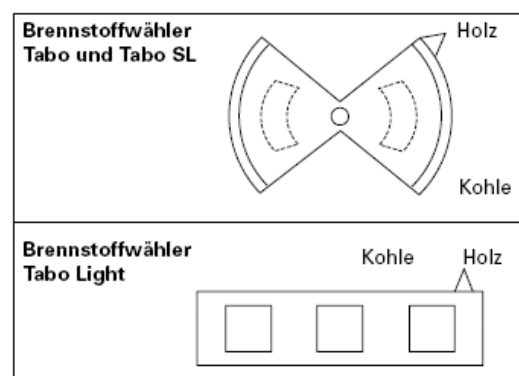

Abb.: 15: Brennstoffwähler KK 20
Achtung: Für den Betrieb mit Holz den Brennstoffwähler (Abb.: 15) immer auf "Stellung Holz" lassen, da sonst Überhitzungsgefahr besteht und der Ofen beschädigt wird. Der Brennstoffwähler befindet sich in der Feuerraumtür unten.
Den Brennstoffwähler für das Heizen mit Braunkohlenbriketts ganz öffnen ("Stellung Kohle" Abb.: 15). Den Aschekasten regelmäßig leeren.
- Die Einstellungen Brennstoffwähler entsprechend (Abb.: 15 Seite 13) vornehmen.